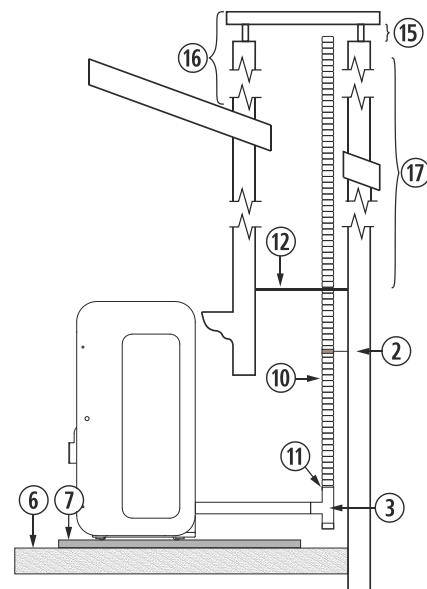

Figura 15
4.28. La instalación de un encastrable en una chimenea de obra se puede realizar en toda su totalidad en tubo flexible, tal y como indica la figura 15. Debemos tener especial cuidado a la hora de realizar el aislamiento entre la chimenea y el tubo de la salida de gases para evitar posibles retrocesos de gases en caso de tormenta.
②	Abrazadera de sujeción de acero inoxidable.
③	Te de 90° con registro.
⑥	Suelo de madera.
⑦	Protector del suelo no combustible.
⑩	Tubo flexible de acero inoxidable.
⑪	Manguito unión rígido a flexible.
⑫	Aislante anti retroceso.
⑮	Mínimo 200mm.
⑯	Debe sobrepasar 1 metro el tejado.
⑰	Mayor a 8m aumentaremos una medida.